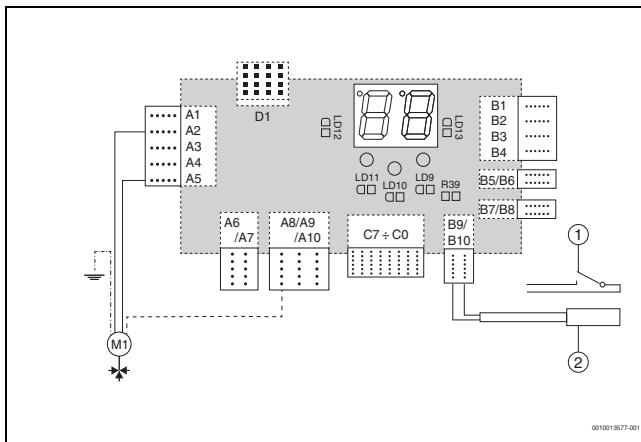

Bild 1 Anschluss des 3-Wege-Ventils für die Funktion der Steuerung des Warmwassers oder der Ersatzquelle
- ▶ Kabel des Stellglieds an die Elektronik des Heizkessels entsprechend Schaltplan anschließen (→Abb. 1). Die verbleibenden Adern isolieren (es handelt sich um interne Kontakte des Stellglieds).
- ▶ Fühler an den Klemmen B9-B10 der Elektronik entsprechend dem Schaltplan anschließen (→Abb. 1). An den Klemmen und den Führerkabeln muss keine Polarität eingehalten werden.